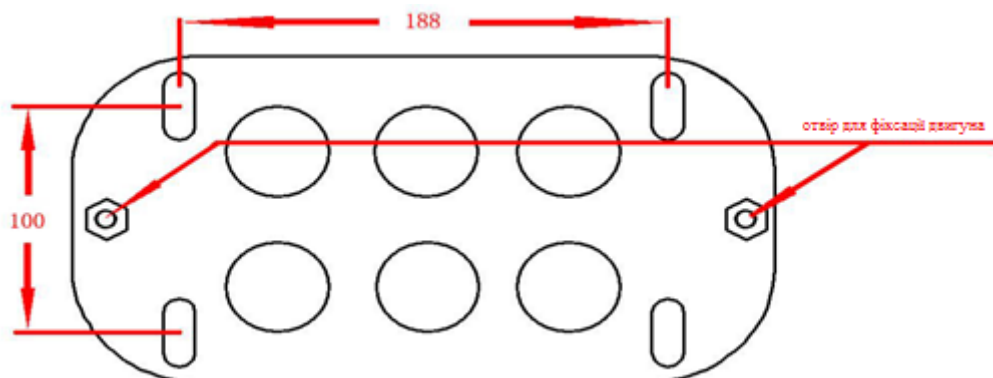

Рисунок 2
1. Залежно від монтажного розміру двигуна та висоти кріплення зубчастої рейки, визначить монтажне положення опорної пластини і за допомогою вмонтованих болтів або дюбелів закріпіть опорну пластину на бетонному фундаменті. Див. Рис. 2